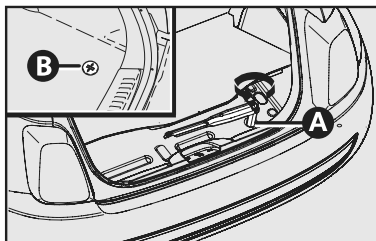

fig. 2
- Para retirar o sobressalente, com o auxílio da chave de roda retirar a tampa protetora **B-fig. 2** e, girar o parafuso do mecanismo, (localizado dentro do porta-malas, debaixo do tapete) **A-fig. 2**, no sentido anti-horário até que seja caracterizado o bloqueio do movimento da chave pelo batente do mecanismo.
- Recolocar a tampa de proteção **B-fig. 2**.